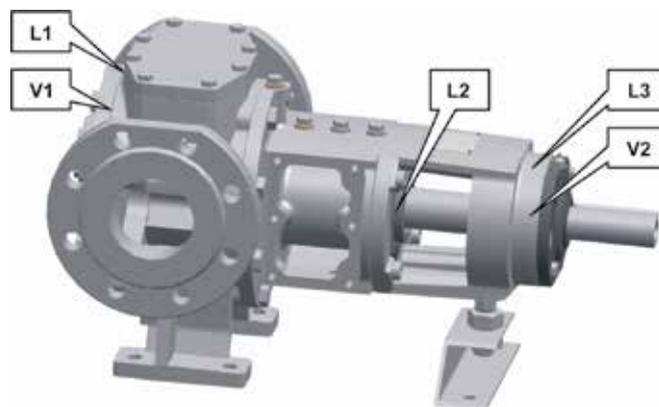

Fig. 1 – Indication des zones de surveillance possibles et recommandées (en option)
La surveillance de la température de surface revêt toujours une importance extrême dans les zones suivantes (voir figure 1) :
- La surveillance des températures de surface du corps de la pompe aux endroits indiqués (voir figures 1 et 2) et le contrôle ou la surveillance du fluide d'absorption en cas de garniture d'arbre d'absorption assurent une protection suffisante contre les situations potentiellement dangereuses.